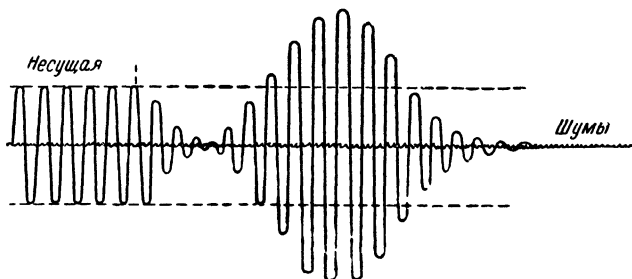

Рис. 120. Пределы изменений амплитуды модулированного колебания ограничены по максимуму двойным значением несущей и по минимуму уровнем шумов.
**Л.** — В направлении увеличения громкости невозможно увеличить значение несущей частоты больше чем в два раза (рис. 120).